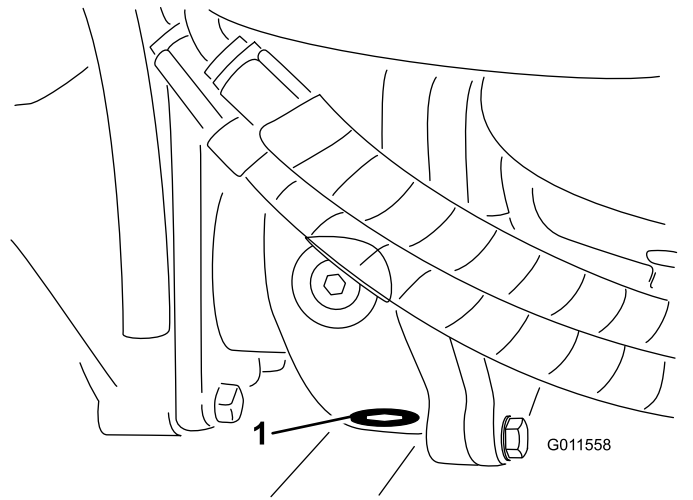

Figura 87
5. Limpe a zona em redor do tampão de escoamento no fundo da caixa de engrenagens (**Figura 87**).